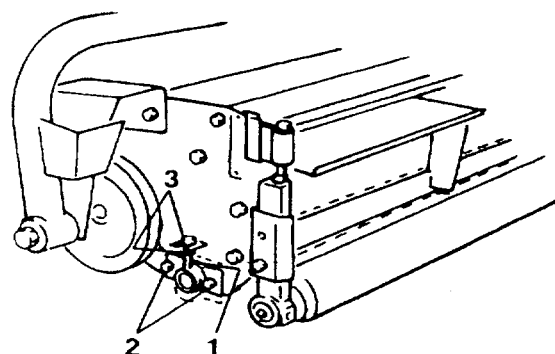

Figure 42
4. Desserrer les (2) boulons à tête bombée carrée sur le dispositif de réglage de la contre-lame (Fig. 42).